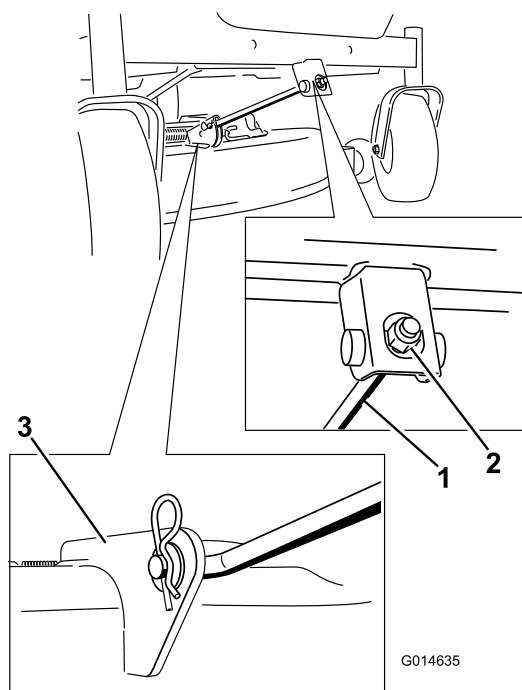

Figure 56
4. Retirez la goupille fendue de la tige de support avant et déposez la tige du support de plateau (Figure 56). Abaissez doucement l'avant du plateau de coupe au sol.
6. Fixez la tige de support avant au plateau de coupe à l'aide de l'axe de chape et de la goupille fendue (Figure 56).